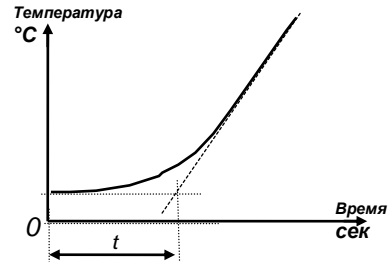

Рис.3. Начальный участок переходной характеристики печи
Для определения постоянной времени интегрирования «с» необходимо экспериментально снять начальный участок переходной характеристики печи и определить время запаздывания «t» (см. рис. 3).
- ♣ по полученным точкам постройте график (см. рис.3) и определите «t» и «с».